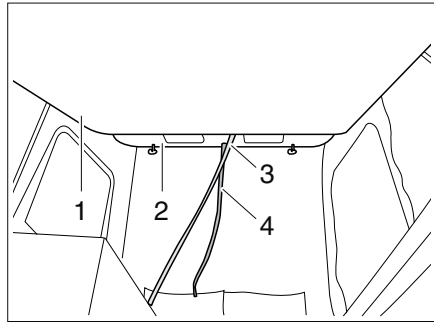

Fig. 65 Lit dans le toit télescopique
- Pousser le toit relevable (Fig. 65,2) vers le haut à l'aide des poignées avec les deux mains.
- Tirer le matelas (Fig. 65,1) vers le bas à l'aide de la poignée de traction (Fig. 65,3) jusqu'à ce qu'il se verrouille de manière audible.
- Pousser le matelas (Fig. 65,1) vers le haut.
- Tirer le toit relevable vers le bas à l'aide de la poignée de traction (Fig. 65,4).